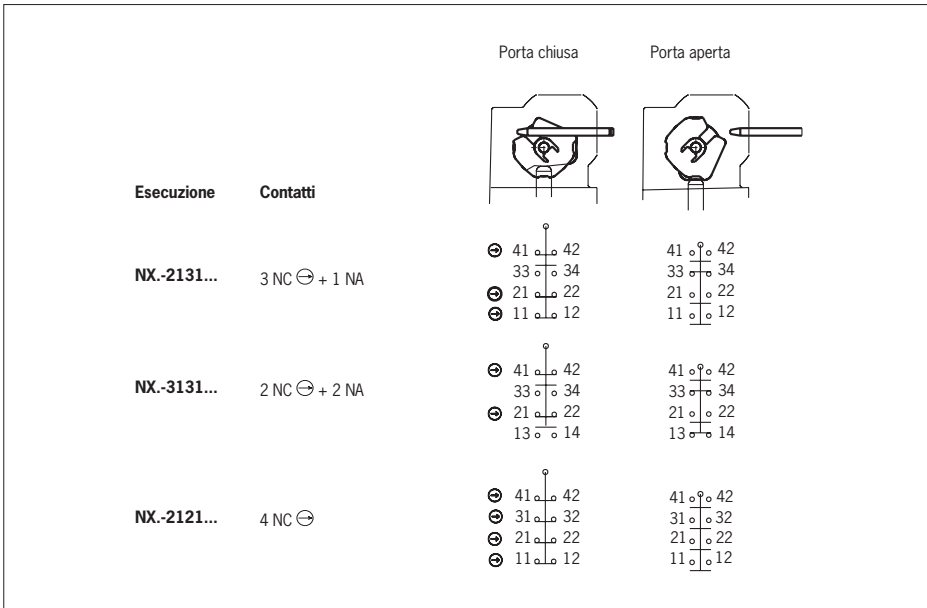

Fig. 3: Microinterruttori e commutazioni
3. Collegare e serrare i morsetti con una coppia di 0,5 Nm (per la disposizione dei contatti vedere Fig. 3).